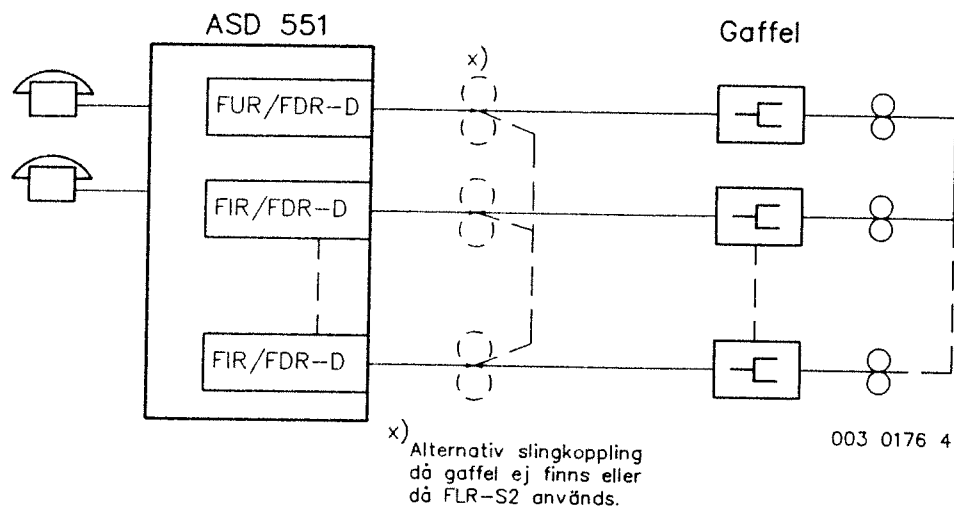

Bild 2. Slingkoppling för prov mot ATN-F
- Slingkoppla en avgående FUR-D eller FDR-D till en ankommande FIR-D eller FDR-D enligt bild 2. Använd provkoppelmarkering enligt G1553-204, avsnitt 2.3, som hjälp för val av avgående FUR-D och FDR-D.